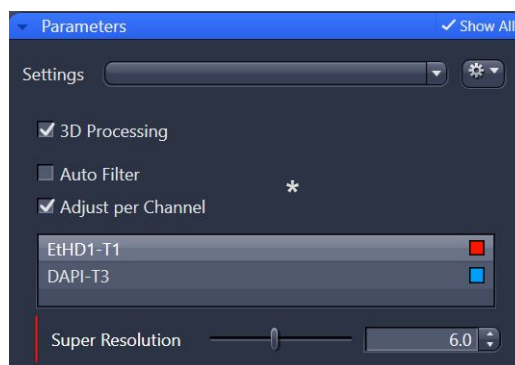

Fig. 32-2 Airyscan processing (Airyscan の strength)
- ④ **Apply** をクリックすると、処理後の画像が別ファイルとして作成されます
*Auto Filter のチェックを外すと Strength に任意の値を入力できます。さらに、多色データの場合、Adjust per Channel にチェックを入れるとそれぞれのチャンネル毎に Strength に任意の値を入力できます。(Fig. 32-2)